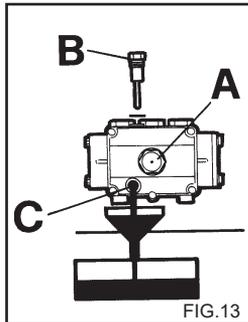

FIG.13
Необходимо производить регулярную проверку уровня масла в насосе высокого давления при помощи смотрового окошка (Рис.13А) или щупа (рис.13В). Норма соответствует середине смотрового окна.
1. Отверните крышку на заливной горловине (рис.13В).
2. Отверните сливную пробку под насосом (рис.13С).